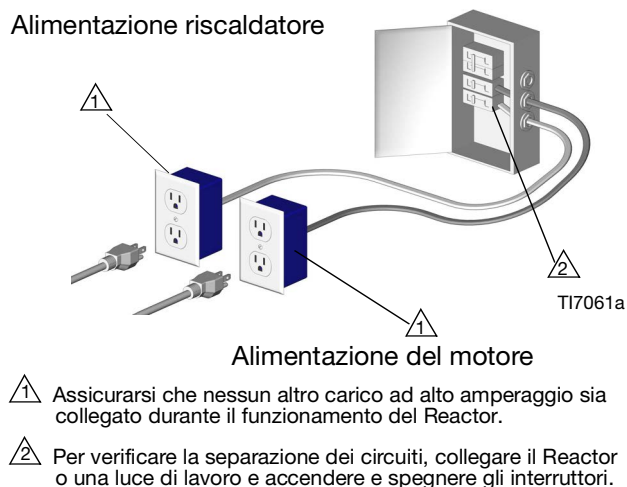

FIG. 4 Utilizzare due circuiti separati
1. Collegare il Reactor alla sorgente di alimentazione corretta per il modello in uso. Vedere la TABELLA 4. I cavi di alimentazione devono essere collegati a due diversi circuiti dedicati. Vedere FIG. 4.